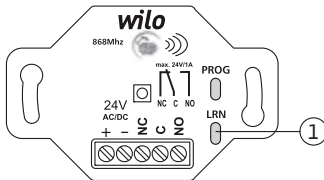
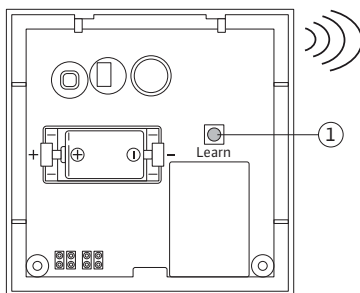

Fig. 21: Funkempfänger
Fig. 22: Funk-Raumtemperaturregler einlernen
- Die LRN-Taste (mit integrierter LED, grün) (Fig. 21, Pos. 1) am Funkempfänger gedrückt halten (Elektronikbox muss dafür geöffnet sein). Nach 2 s schaltet der Funkempfänger automatisch in den Lernmodus. Dies wird optisch durch das Blinken der LRN-LED angezeigt.
- Die Learn-Taste am Funk-Raumtemperaturregler (Fig. 22, Pos. 1) drücken. Die Senderzuweisung wird durch ein einmaliges, 2 s langes Dauerleuchten der LRN-LED im Funkempfänger (Fig. 21, Pos. 1) angezeigt.
- Der Lernmodus kann verlassen werden, sobald sich die LRN-LED am Funkempfänger (Fig. 21, Pos. 1) wieder im Blinkmodus befindet. Zum Verlassen des Lernmodus die LRN-Taste ca. 1 s drücken. Wenn während 30 s keine Taste am Funk-Raumtemperaturregler betätigt wird, wird der Lernmodus automatisch verlassen. Danach ist der Funkempfänger betriebsbereit und verarbeitet ausschließlich die Signale des eingelernten Funk-Raumtemperaturreglers.
- Eingelernte Funk-Raumtemperaturregler können bei Bedarf gelöscht werden. Dabei ist der Funkempfänger in den Lernmodus zu setzen (siehe Kapitel 9.1 "Funkempfänger in den Lernmodus setzen", S. 20). Wird nun an einem bereits eingelernten Funk-Raumtemperaturregler die jeweilige Learn-Taste gedrückt, so wird dieser Raumtemperaturregler "ausgelernt" (gelöscht). Die Löschung wird durch 2x Dauerleuchten der LRN-LED am Funkempfänger (Fig. 21, Pos. 1) für 4 s angezeigt.
Sollte vom Funkempfänger in der Elektronikbox für eine Dauer von >90 min kein gültiges Funktelegramm des Raumfühlers empfangen werden, so schaltet der Funkempfänger die Heatfixx-Pumpe mit einer Zykluszeit von 10 min ein bzw. aus (defekter Raumfühler). Die Störung wird am Funk-Raumtemperaturregler durch schnelles Blinken der LRN-LED angezeigt (Fig. 21, Pos. 1). Für die Kontrolle der LRN-LED das Oberteil des Raumtemperaturreglers von der Grundplatte abgenommen werden.